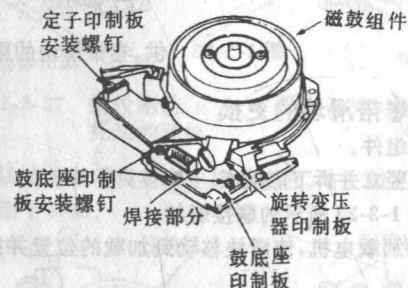

图 1-3-16 联接印制板和鼓底座印制板
- ② 拆下两个鼓底座印制板的安装螺丝和定子印制板的安装螺丝(图 1-3-16)。